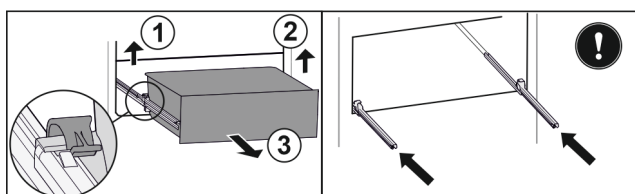

Fig. 153
- Linke Klemme anheben und gleichzeitig Schubfach links nach vorne ziehen. Fig. 153 (1)
- Rechte Klemme anheben und gleichzeitig Schubfach rechts nach vorne ziehen. Fig. 153 (2)
- Schubfach nach vorne entnehmen. Fig. 153 (3)